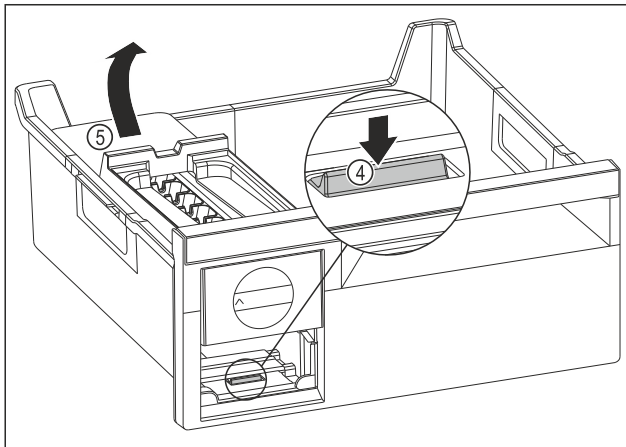

Fig. 145
- ▶ Vegye ki az EasyTwist-Ice egység testét: Nyomja le a fület Fig. 145 (4) az ujjával, és ezzel egyszerre emelje meg a másik kezével hátulról az EasyTwist-Ice egység testét Fig. 145 (5).